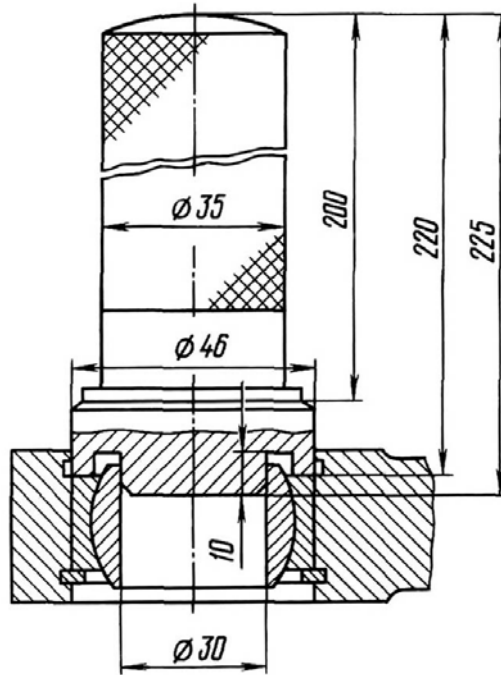

Рис.55. Оправка для запрессовки и выпрессовки шарнирного подшипника
7. Шарнирный подшипник 37 выпрессовать с помощью оправки (рис.55), предварительно сняв стопорные кольца 38.